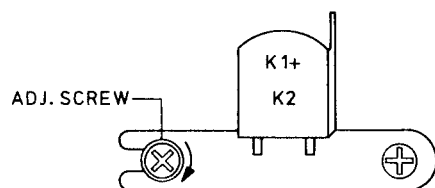

Fig. 8
10. Azimut-Einstellung, Fig. 8